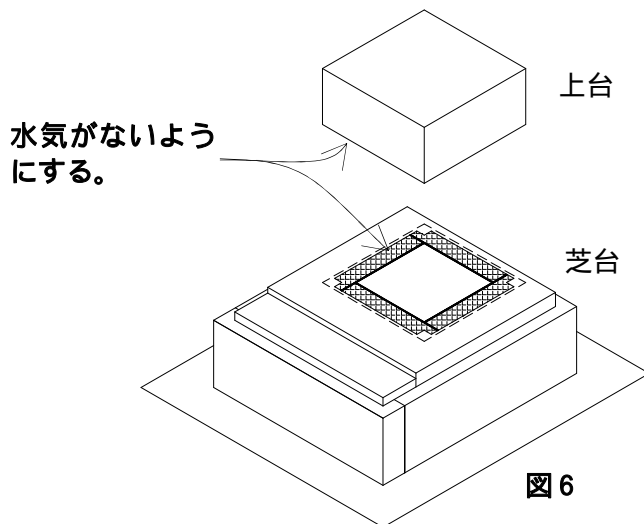

図 6
- 手順 2. 両方の接合面に水気がある場合には、ガスバーナー等により完全に乾かします。（図 6 参照）